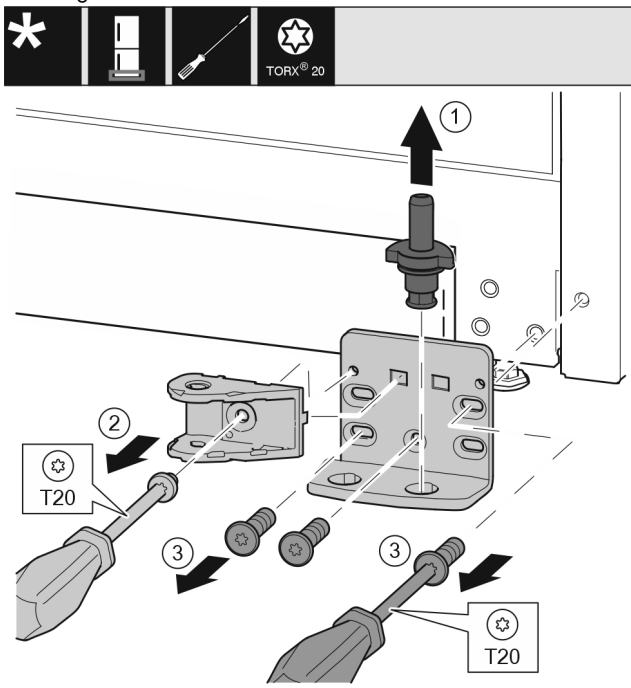

Fig. 45 *
- Lagerbolzen Fig. 45 (1) komplett nach oben herausziehen.*
- Schraube Fig. 45 (2) mit Schraubendreher herausdrehen und Schließdämpferverbindung abnehmen.*
- Schrauben Fig. 45 (3) mit Schraubendreher herausdrehen und Lagerbock abnehmen.*